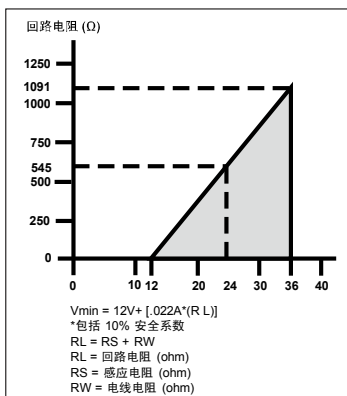

图 5 负载限制
4...20 mA 输出需要的电压取决于电路的回路电阻。请参见图 5，其中显示了给定的回路电阻 (RL) 所需的最小电源电压 (Vmin)。